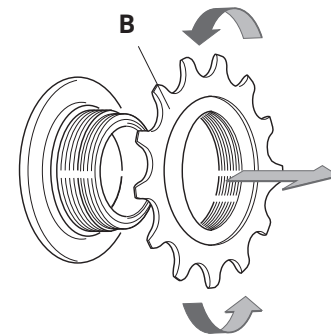

Fig. 11
- Rimuovete il pignone fisso (B - Fig. 11) dal corpo filettato del mozzo, svitandolo in senso antiorario.